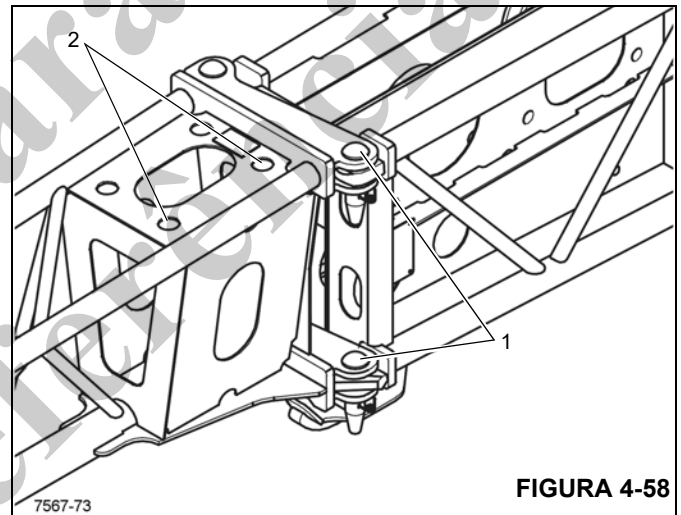

FIGURA 4-58
2. Remova os grampos de retenção dos pinos (1) e remova os pinos dos olhais de conexão (Figura 4-58).